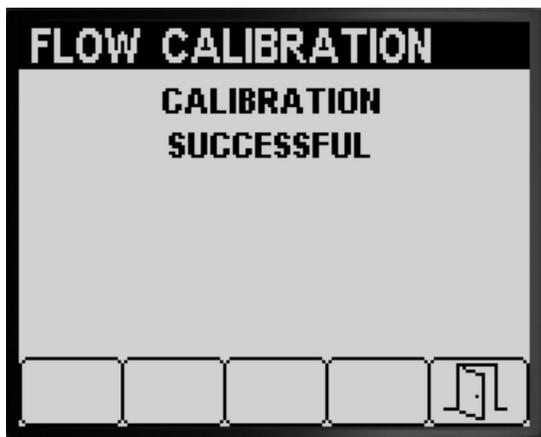
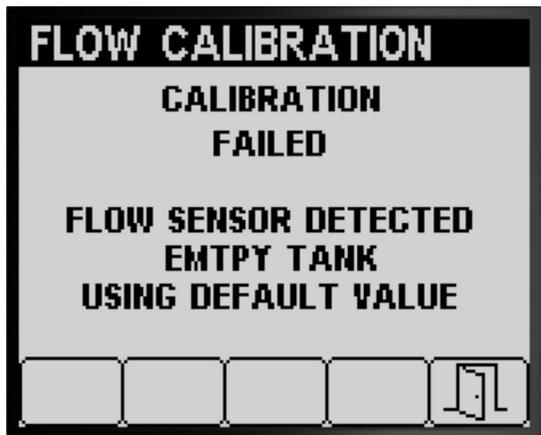
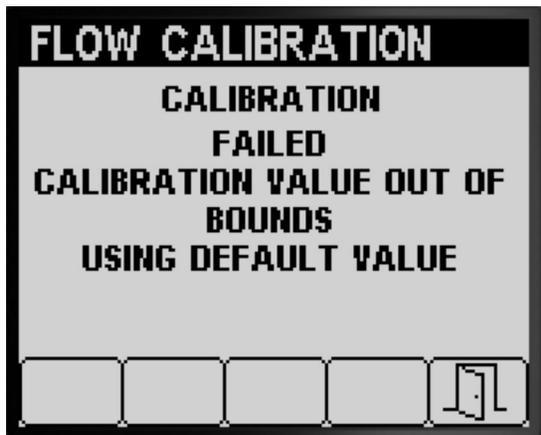

图 55
图 56
图 57
- 确认流量校准成功的消息将显示图 55。
- 表明流量校准失败的消息将显示图 56。
如果校准值超出界限图 57 请联系您的 Toro 授权服务代理商否则请查看错误消息并重复 准备接水测试 (页码 15)、 准备打药机喷洒臂段进行接水测试 (页码 16)和 执行校准计算 (页码 18)中的校准步骤。
3. 按 5 号按钮可退出 Speed Calibration 速度校准屏幕图 55、图 56 和图 57。